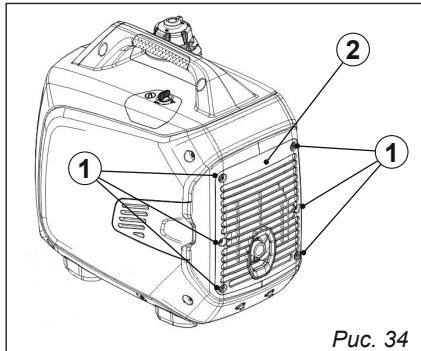

Рис. 34
1. Отвинтите винты ①, а затем снимите крышку ②, рис. 34.